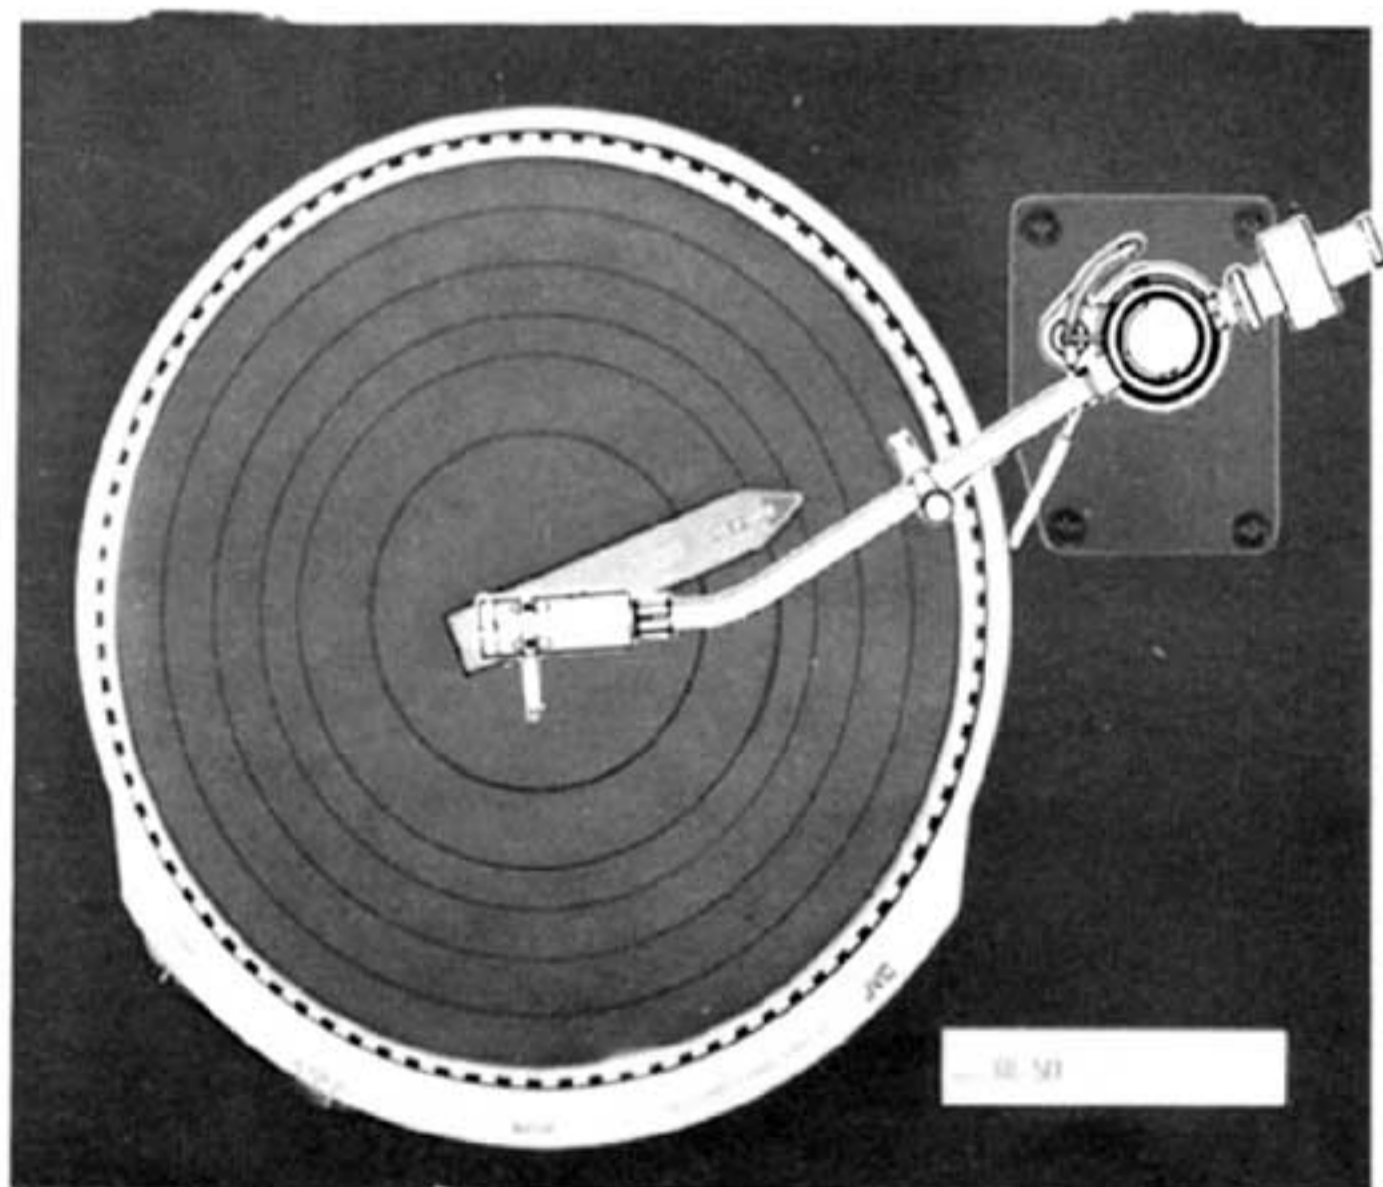

Fig. 5
■ **Overhang adjustment (Fig. 5)**
■ Überhang-Einstellung (Abb. 5)
■ Réglage de porte à faux (Fig. 5)